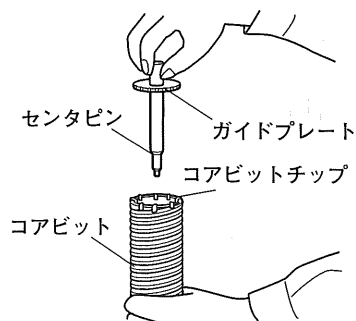

図 15
- (3) ガイドプレートにセンタピンを奥までさし込みます。
- (4) ガイドプレートの凹部をコアビットチップにあわせてはめ込みます。左・右どちらかに回して凹部をずらすと下向けにしても落ちません。(図 15)